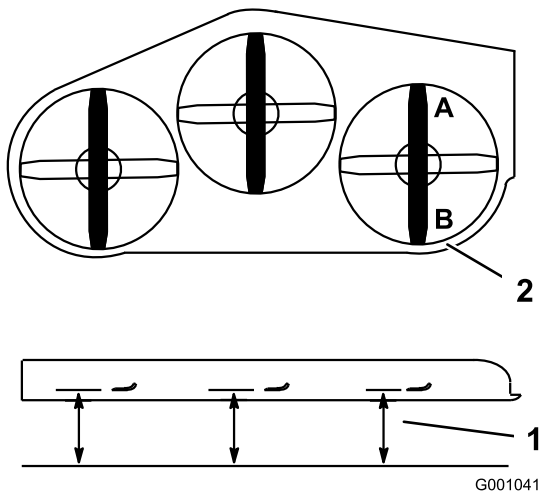

Figure 77
1. Tournez la lame **droite** dans le sens longitudinal (Figure 77).
2. Mesurez la distance au point **A** entre la surface plane et le tranchant de la pointe de la lame droite (Figure 77).
4. Mesurez la distance au point **B** entre la surface plane et le tranchant de la pointe de la lame droite (Figure 77).
6. La lame doit être plus basse de 6 à 10 mm (1/4 à 3/8 pouce) au point **A** qu'au point **B** (Figure 77). Si ce n'est pas le cas, passez aux étapes suivantes.